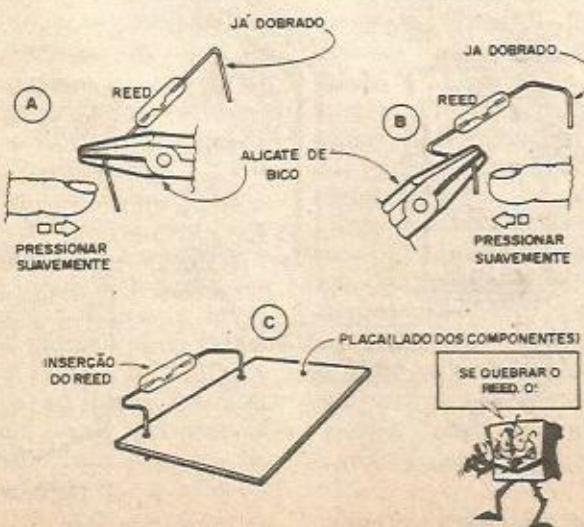

Fig. 6
- FIG. 6 - Lidando com o REED. Já dissemos que é uma peça relativamente frágil (mecanicamente, não eletricamente...). Como a sua conexão à placa exige certos parâmetros e posicionamentos, a fig. 6 dá as "dicas" de como tratar previamente o REED.
- FIG. 6-A - Primeiramente os terminais devem receber uma dobra em ângulo reto, de modo que o conjunto assuma o exato distanciamento das ilhas "R-R" da placa. Ao serem feitas essas dobras, os terminais devem obrigatoriamente ser "calçados" com um alicate de bico, ENTRE O PONTO DE DOBRA E O CORPO DA PEÇA! Isso evita que esforços mecânicos sejam transmitidos ao envoltório de vidro, que pode trincar se a tal dobra for feita sem a proteção do alicate!
- FIG. 6-B - A extremidade de cada terminal (já dotado da primeira dobra, como mostra a fig. 6-A) deve ser novamente dobrada em ângulo reto, para "baixo", de novo usando o "truque" do alicate (sempre ENTRE O PONTO A SER DOBRADO E A AMPOLA DO REED) para "absorver" trações que podem danificar a ampola de vidro.
- FIG. 6-C - Posicionamento real do REED junto à placa (ele deve ficar "fora" dela, porém rente e paralelo à sua borda, daí a necessidade das duas dobras descritas af atrás...). A soldagem dos terminais deve ser feita rapidamente, já que uma operação muito demorada poderá causar dilatação (e quebra) da ampola de vidro. Depois de soldado e fixado, direitinho, a fragilidade do componente "desaparece", já que a estrutura mecânica geral "dá uma força", enrijecendo o conjunto.